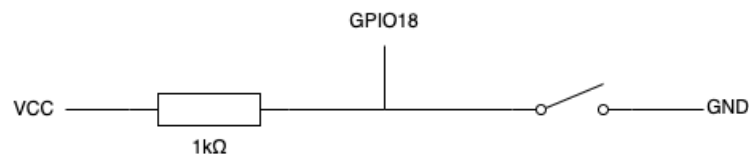

図 4：プルアップ回路を用いたスイッチ回路
3. プルアップ回路でスイッチ回路を作成して値を読み込んで画面に表示するプログラムを作成する。本実験で使用したこの回路を図 4 に、プログラムを示す。